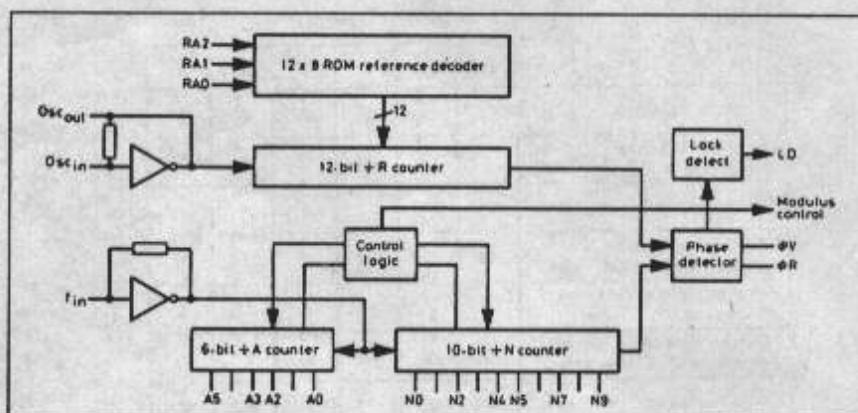

Fig 2: The frequency range of the chip may be extended with an external prescaler.
- (1) - generator curent comutabil;
- (2) - circuit de temporizare, care după o perioadă de timp de cca. 8 ore comută curentul de încărcare la o valoare de menținere;
- (3) - circuitul de comandă și protecție care sesizează următoarele:
În schema de principiu din fig. 2 generatorul de curent (1) este realizat în comutare prin circuitul integrat și tranzistorii BC